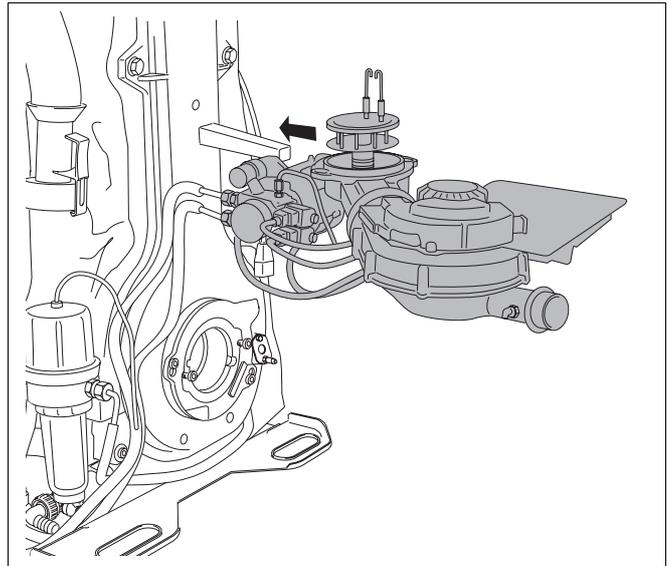

Fig. 58 Mettere il bruciatore in posizione di servizio
- Mettere il bruciatore in posizione di servizio (fig. 58).